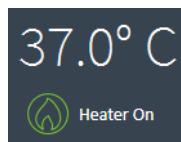

Figura 11. Widget della temperatura
- 1 Fare clic sul widget della temperatura (si veda la **Figura 11**).
- 1 Selezionare la casella di controllo **Alarm On** (Allarme attivo) nella finestra Tray Temperature (Temperatura del vassoio) (si veda la **Figura 11** a pagina 31).